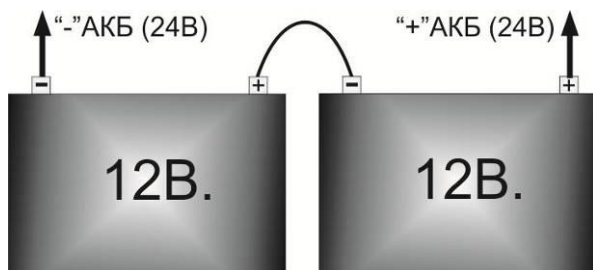

Рисунок 4 – схема последовательного соединения двух аккумуляторов
- соединить 2 АКБ последовательно при помощи перемычки, входящей в комплект поставки (см. рисунок 4);